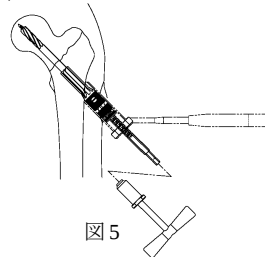

図5
- ** 5) 3.2 ガイドピンデプスゲージ計測長より 10mm 差し引いた位置にステップリマーを調整し、スキンプロテクターを介して、後端に T ハンドルを装着し、イメージインテンシファイヤー（X線透視）で確認しながらステップ刃のカウンターシンク部までリーミングします。（図5）